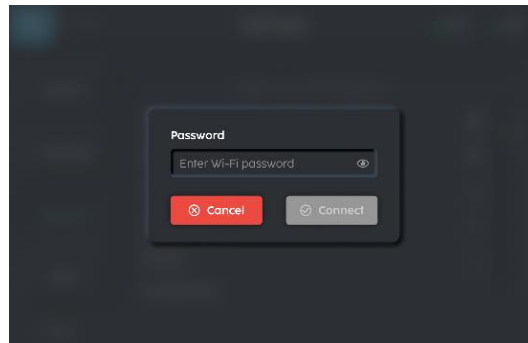

FIGURE 6-5
1. Entrez le mot de passe du réseau (Fig 6-5).